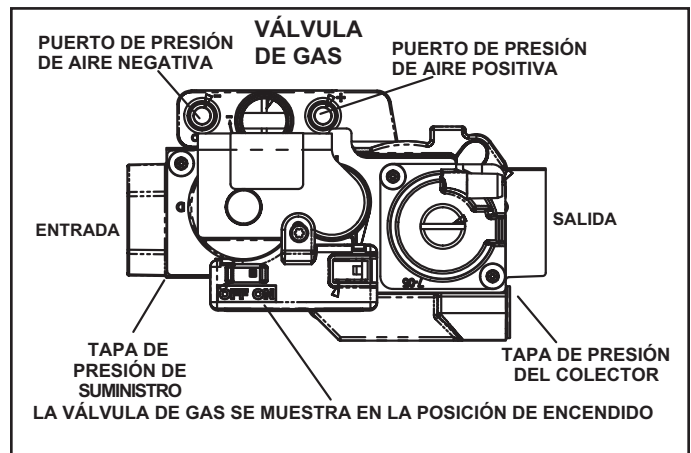

IMAGEN 26
#### Funcionamiento de la válvula de gas (Imagen 26)
- 6 - Mueva el interruptor de la válvula de gas a la posición de APAGADO. No forzar. Consulte la Imagen 26.
- 8 - Mueva el interruptor de la válvula de gas a la posición de ENCENDIDO. No forzar. Consulte la Imagen 26.
- 4 - Mueva el interruptor de la válvula de gas a la posición de **APAGADO**. No forzar. Consulte la Imagen 26.